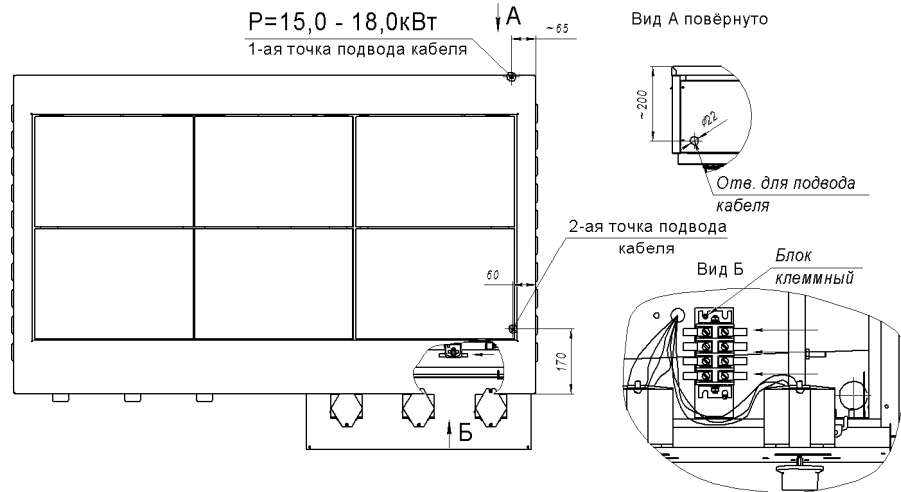

Рис.3
- 6.7 Рекомендуем, подвод электропитания к плите производить, скрытой в полу, трубной разводкой. Диаметр трубы – не менее 1/2" (Ø=22мм), высота от уровня пола не более 500мм (см. рис.3). Электропровода, заводимые в плиту, до клеммной колодки, должны иметь термоустойчивую изоляцию, с температурой длительной эксплуатации не менее 150°С.